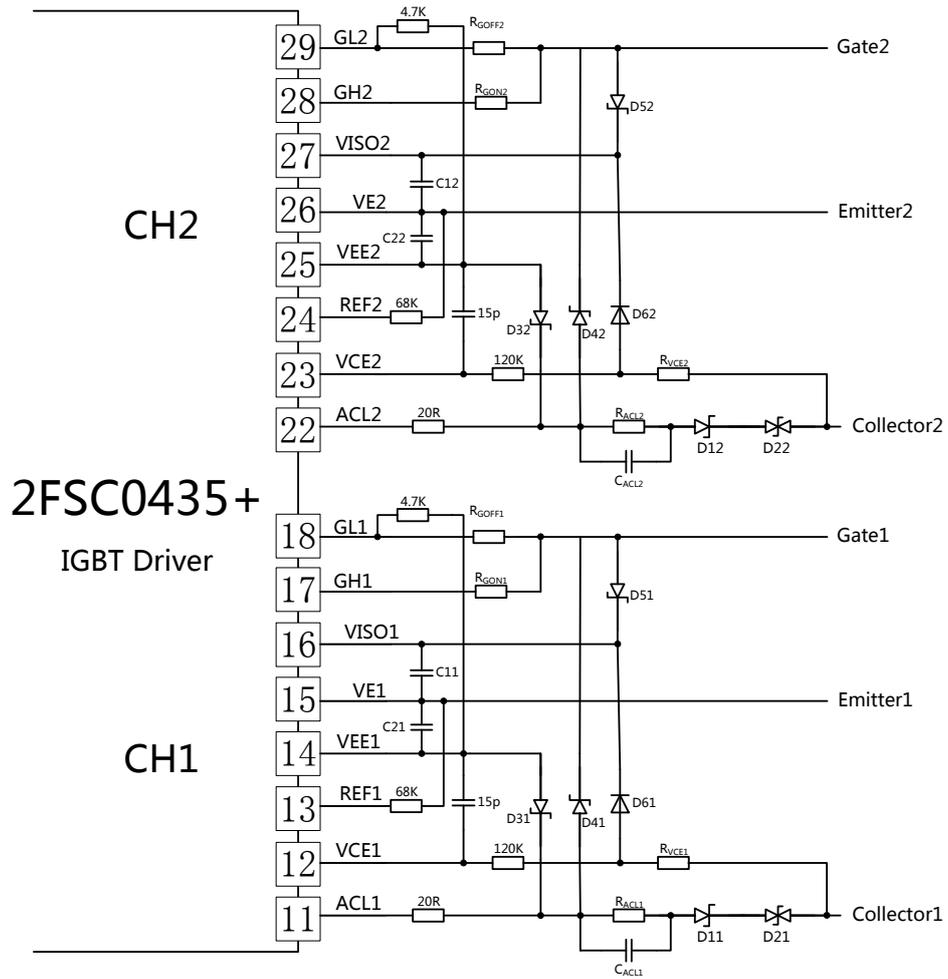
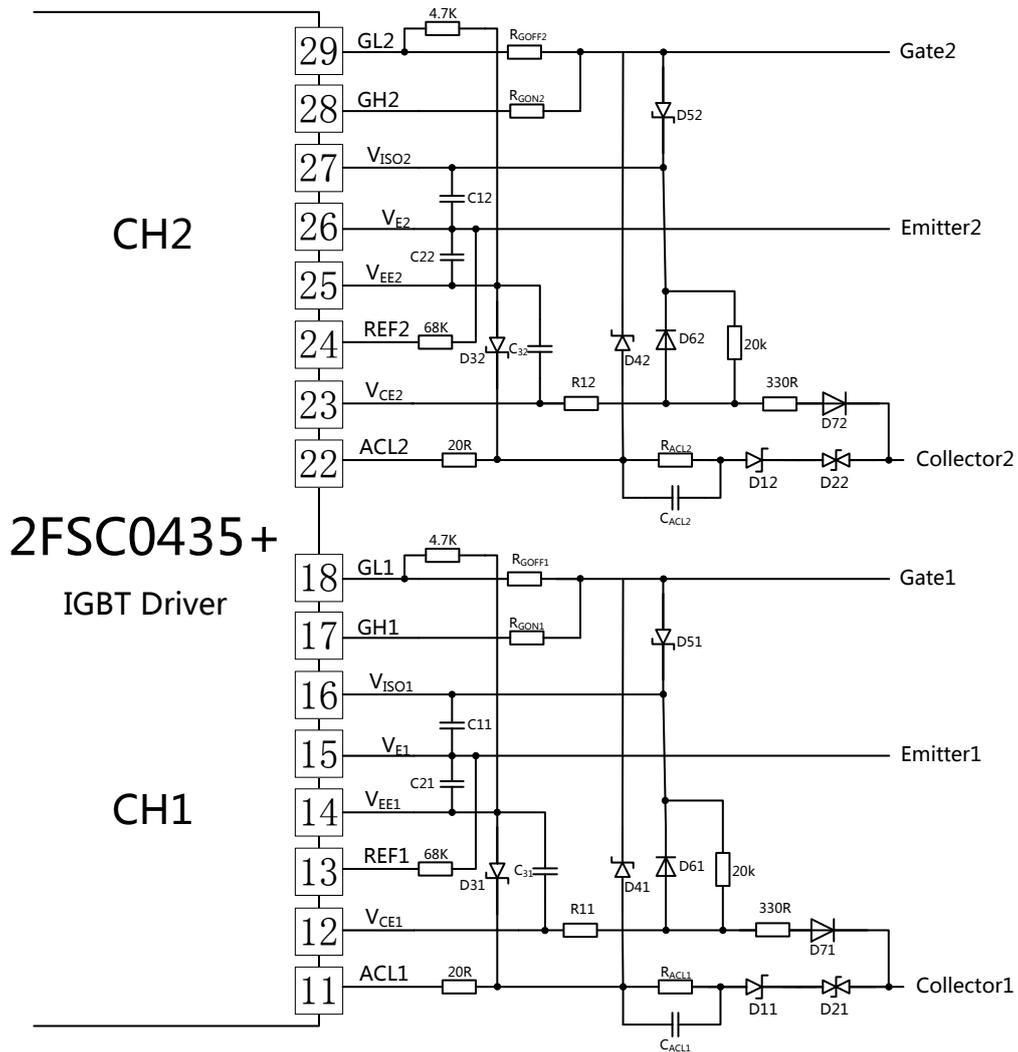

图 10 推荐副边短路保护电阻检测电路
图 11 推荐副边短路保护二极管检测电路
为了有效检测 IGBT 短路和过流，VCEx 端口必须连接至 IGBT 的 Collector (如图 10、图 11 所示)。
- 电阻检测电路 (图 10) ——电阻检测短路和过流时，推荐流过 R_{VCEx} 的电流介于 0.6mA~1mA 之间(如 $1.2M\Omega\sim 1.8M\Omega@V_{DC-Link}=1200V$)，为了安全可靠，流过 R_{VCEx} 电流不能超过 1mA。电阻应串联连接在电路中，同时也应考虑到母线电压大小，以及爬电等安全规范因素。
- 二极管检测电路(图 11) ——二极管检测时应考虑应考虑二极管反向截止电压及漏电流大小因素。
基本有源钳位技术是集电极通过瞬态抑制二极管 (TVS) 单路径反馈到门极。2FSC0435+ 支持高级有源钳位技术，通过 ACLx Pin 脚反馈到驱动核内；当 20Ω 电阻 (图 10、图 11) 右侧电压约超过 1.3V 时，关断 MOS 管进行关断，有效提高有源钳位效率和降低 TVS 的损耗。当 20Ω 电阻右侧的电压接近 20V 时，关断 MOS 将完全关断。
在图 10、图 11 中有源钳位相关适配参数推荐选择如下：